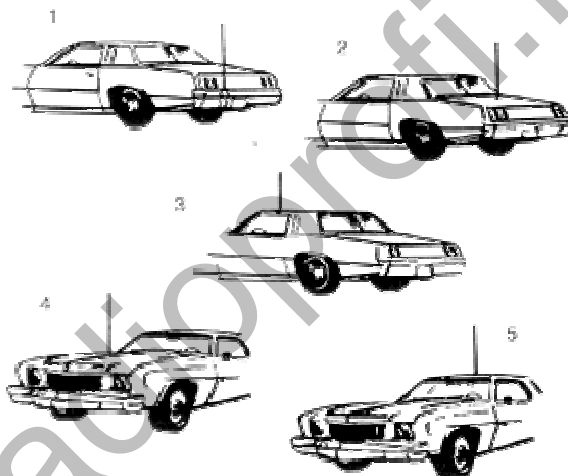

Рис. 3. Типичные места установки автомобильных антенн.
В общем случае имеются два типа антенн для мобильных Си-Би радиостанций - полноразмерный штырь длиной  $\frac{1}{4}$  волны (2,75 м) и укороченная согласованная штыревая антенна (от 0,5 до 1,9 м). Из-за большой длины полноразмерных антенн на автомобилях применяются, в основном, укороченные антенны длиной не менее 1,2 м, в различных конструктивных исполнениях с креплением через отверстие в крыше, на кронштейне за отбортовку водостока или на магнитном основании (см. рис. 3).
На рис. 3 показаны пять типичных мест установки автомобильной антенны: (1) задний бампер, (2) задняя крышка багажника, (3) отбортовка для стока воды, (4) капот, (5) крыша.